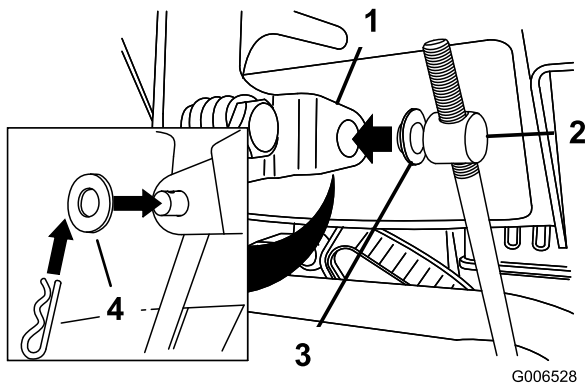

Figure 12
3. Retirez la goupille fendue et la rondelle extérieure du tourillon à l'extrémité supérieure de la tige de commande de vitesse (Figure 12).
**Remarque:** Pour faciliter l'installation, laissez la rondelle plate sur le tourillon (Figure 12).
6. Soulevez la tige de commande de vitesse et insérez le tourillon dans le trou du levier sélecteur de vitesses (Figure 12).
- B. Retirez le tourillon du sélecteur de vitesses (Figure 12).
- C. Tournez le tourillon vers le bas (sens horaire) sur la tige de commande de vitesse (Figure 12).